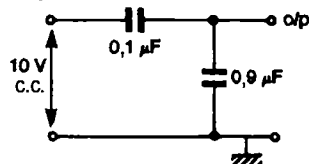

Figura Q.9
- 25 Fie figura Q.9. Dacă intrarea este 10 V c.c., tensiunea de ieșire va fi: